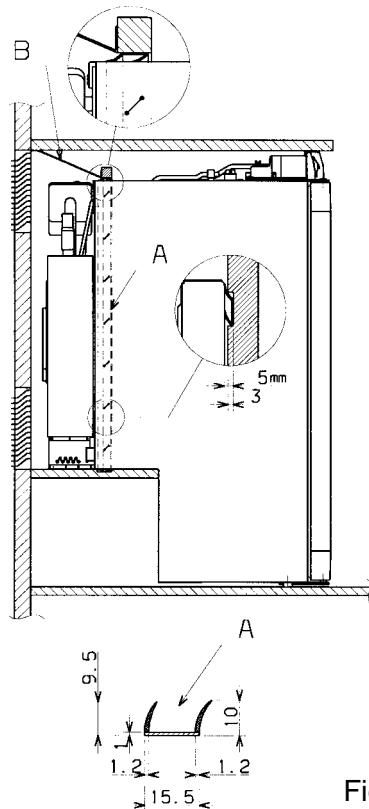

Fig.1
Il faut également installer une plaque de refoulement (B), munie des joints à lèvres (A) difficilement inflammable, dans le renforcement (voir fig.1). Placer la plaque de refoulement (B) de telle sorte que l'air chaud s'échappe par la grille d'aération supérieure. Fixer cette plaque à la paroi de la caravane, pas au réfrigérateur!
La plaque (B), munie des joints à lèvres (A), doit également isoler le réfrigérateur par rapport à la pièce (voir fig. 1).